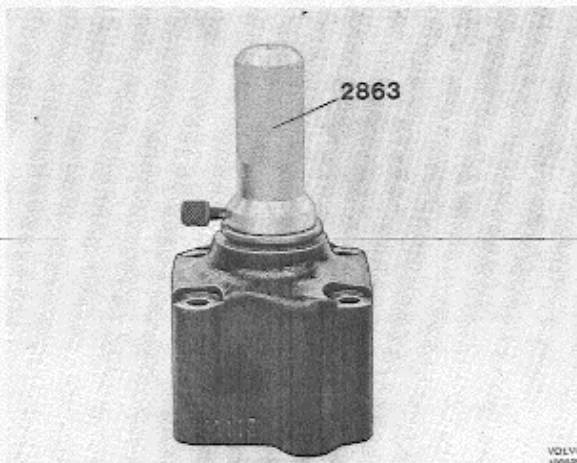

Abb. 110 Einpressen des Wellendichtungsringes, Schneckenwelle
- Wellendichtungsring (54) mit Hilfe der losen Schutzhülse auf den Dorn 2863 schieben. Schutzhülse entfernen und den Wellendichtungsring in das Ventilgehäuse drücken, s. Abb. 110 u. 93. Die Dichtlippe muß innen liegen. Vor dem Wellendichtungsring den Sicherungsring (53) einfedern.